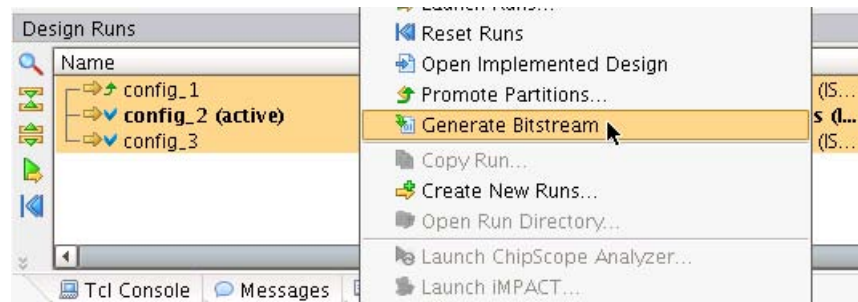

図 30 : BitGen の実行
1. [Design Runs] ビューですべてのコンフィギュレーションを選択します。右クリックし、[Generate Bitstream] をクリックします (図 30)。